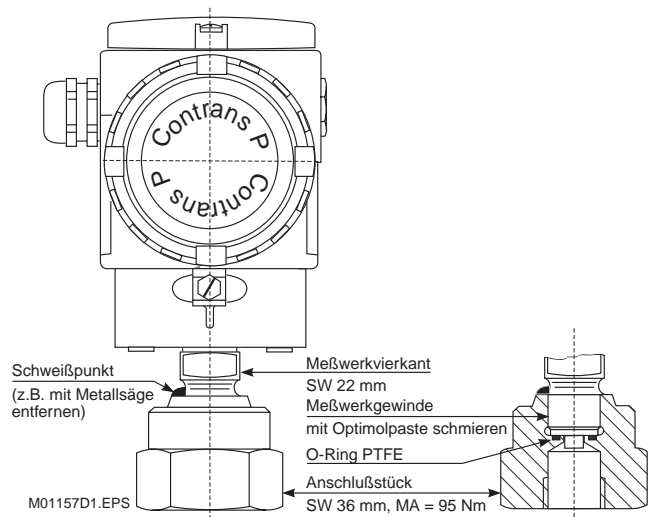

Bild 19. AMD 200: Meßbereich 600bar und Prozeßanschluß 1/2-14 NPT Innengewinde
1. Beim **AMD 200** mit Meßbereich **600 bar** und Prozeßanschluß **1/2-14 NPT Innengewinde**: **Schweißpunkt** entfernen und **Anschlußstück** (SW 36 mm) durch Gegenhalten am Meßwerkvierkant (SW 22 mm) lösen (Bild 19). Anschlußstück vom Meßwerk schrauben.
- Beim **AMD 200** mit Meßbereich **600bar** und Prozeßanschluß **1/2-14 NPT Innengewinde: O-Ring** zwischen Meßwerk und Anschlußstück erneuern (Ersatzteile Listenblatt 15-9.85). Den neuen O-Ring in die Einlegut des Anschlußstückes legen. **Meßwerkgewinde (G1/2A)** mit Optimolpaste LN AU 598 schmieren und das **Anschlußstück** durch Gegenhalten am Meßwerkvierkant mit einem Anzugsmoment von **MA = 95 Nm** anziehen (Bild 19).